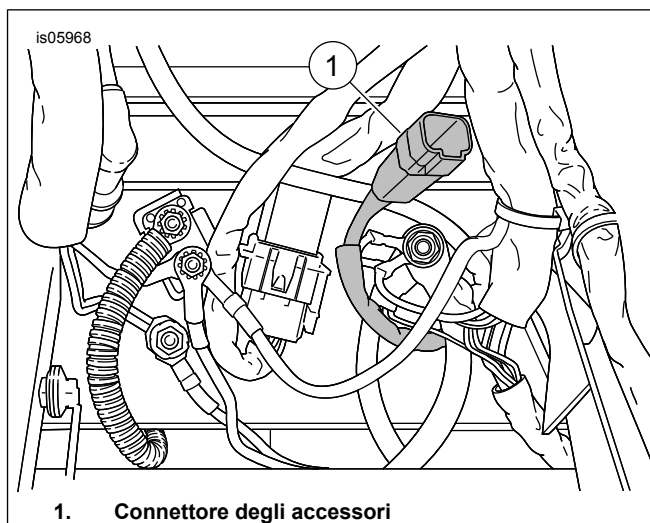

Figura 2. Posizione del connettore degli accessori (sotto la sella)
1. Vedere Figura 2. Rimuovere il tappo di gomma dal connettore degli accessori (1) posizionato sotto la sella. Disporre il cablaggio sotto la sella. Collegare il connettore elettrico della sella al connettore degli accessori. I connettori si innestano tra loro con un clic ben udibile.